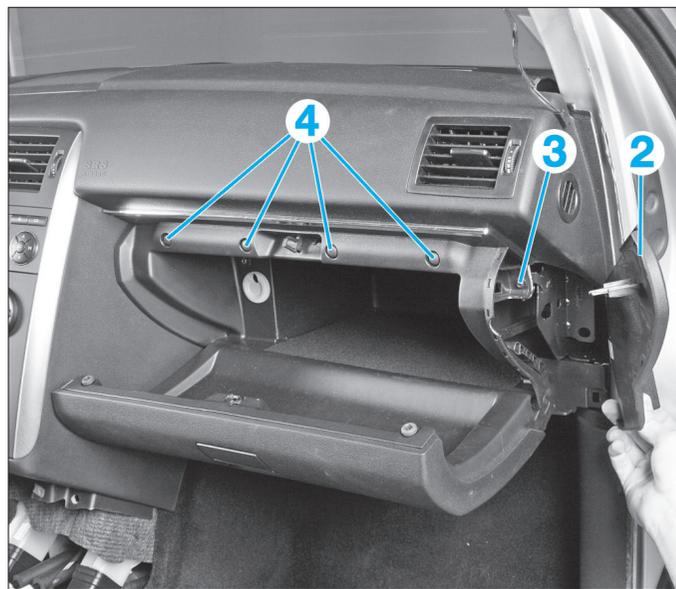

FIG. 16
- Déposer le cache latéral (2) puis la vis (3) (**Fig.16**).